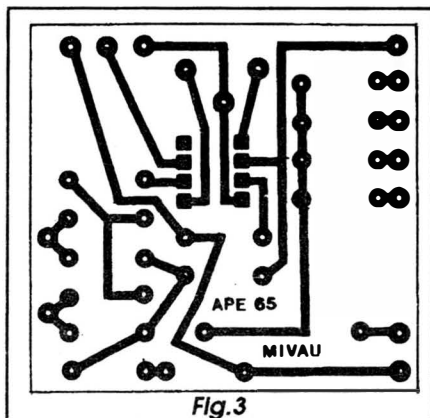

Fig.3
- FIG. 3 - LAY OUT DO CIRCUITO IMPRESSO ESPECÍFICO - O padrão